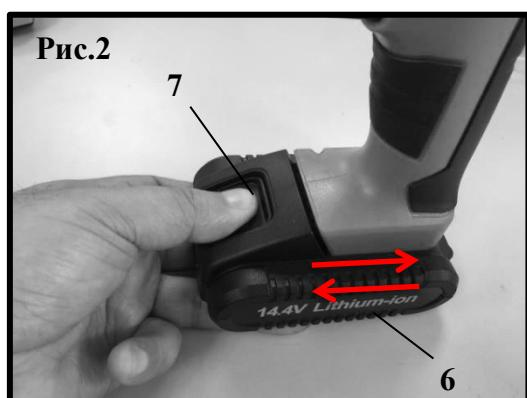

Рис.1
- Нажмите на пусковой выключатель **3** Рис.1, чтобы включить инструмент.
- Отпустите пусковой выключатель **3** Рис.1, чтобы выключить инструмент.
- При увеличении давления на пусковой выключатель **3** Рис.1 и 5 скорость увеличивается.
- При уменьшении давления на пусковой выключатель **3** Рис.1 и 5 скорость уменьшается.